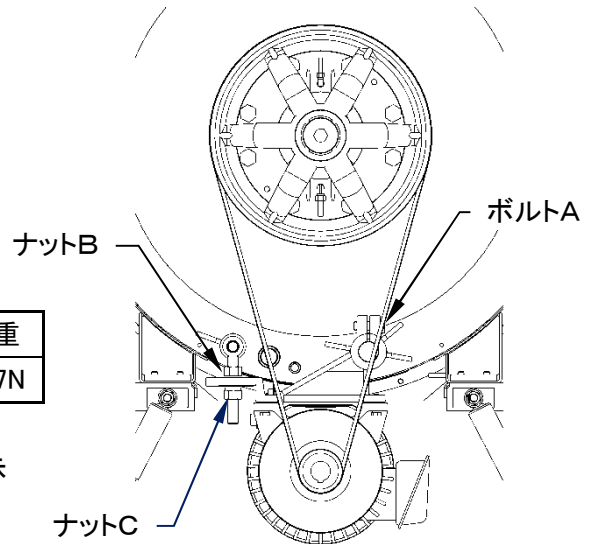

図 8-3
2) Vベルト張力調整(図 8-3)
- ① ボルトAを緩めます。
- ② ベルトの張力を確認しながら、ナットBとナットCを使いベルトの張力を調整します。